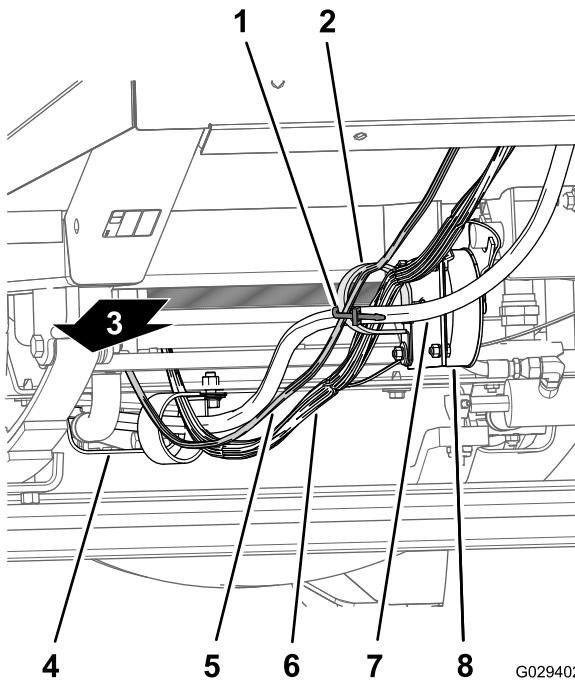
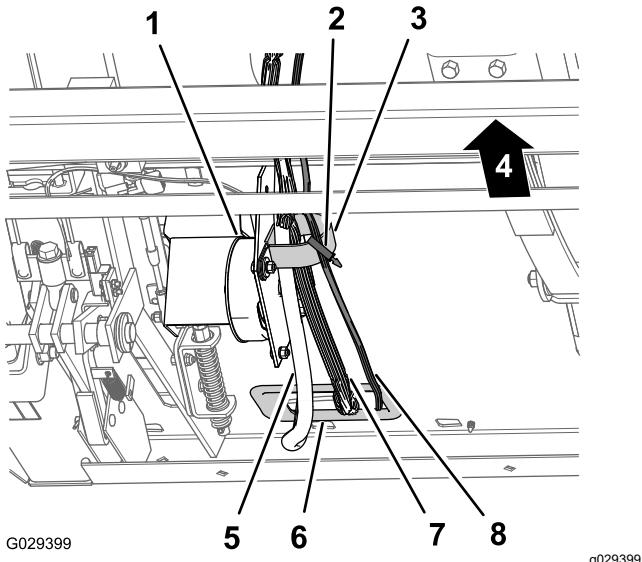

図 13
図 14
1. ダッシュパネル用の 240cm の枝線を、車両のワイヤハーネスとステアリングホースラジエターの下側に沿って導くラジエターサポートの下にあるRクランプを通し、走行速度制御コイルの所にあるRクランプを通す 図 13 と 図 14。
図 13 と 図 14。